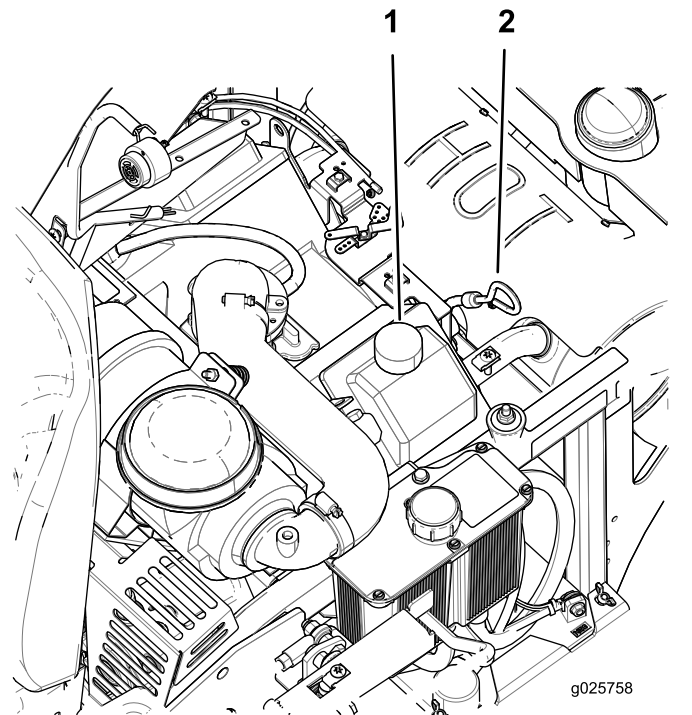

Figure 40
4. Pour éviter de faire tomber de l'herbe, de la poussière, etc. dans le moteur, nettoyez la surface autour du bouchon de remplissage et de la jauge de niveau avant de l'enlever (Figure 40).
8. Si le niveau d'huile est trop bas, essuyez la surface autour du bouchon de remplissage, retirez le bouchon et faites l'appoint d'huile jusqu'à ce que le niveau atteigne le repère **maximum** sur la jauge (Figure 40).
5. Versez lentement environ 80 % de l'huile spécifiée dans le tube de remplissage, puis faites l'appoint lentement pour faire monter le niveau jusqu'au repère maximum (**full**) sur la jauge (Figure 40).
6. Démarrez le moteur et conduisez la machine jusqu'à une surface plane et horizontale. Vérifiez à nouveau le niveau d'huile (Figure 40).